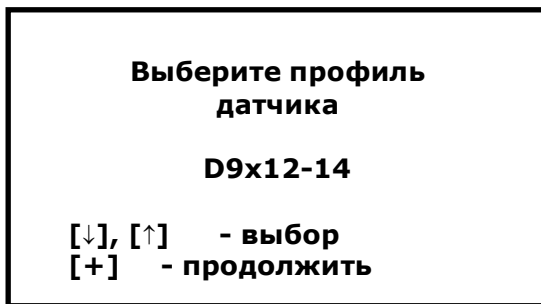

Рис. 14
- **Добавить новый датчик.** При нажатии на кнопку [+] включается программа автоматической настройки датчика с возможностью выбора профиля датчика (Рис. 14).